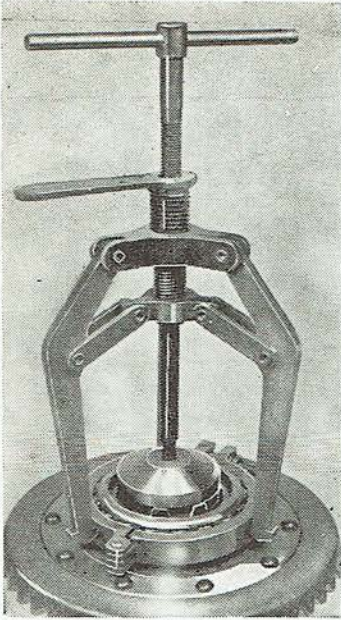

Abb. 103
1. Die Kegelrollenlager 30215 (30214, 30216) sind mit Hilfe einer Spezial-Demontagenvorrichtung (Abb. 103) auszubauen.